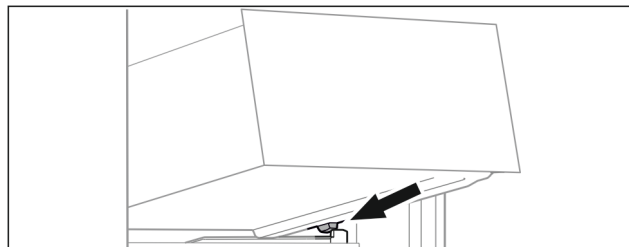

Fig. 64
- ▶ Schubfach schräg hinter den Stopperrücken auf Behälterrippe aufsetzen. (siehe Fig. 64)